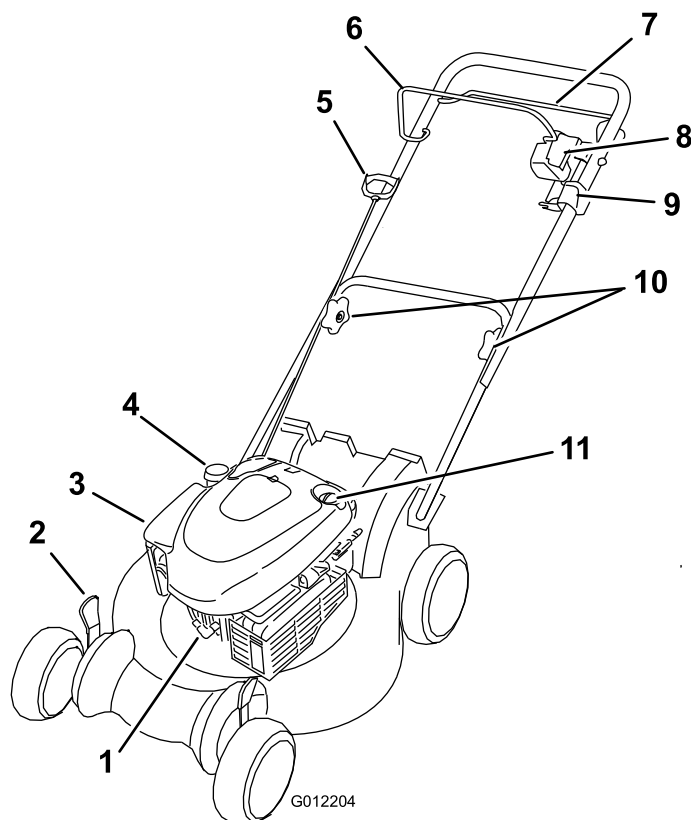

Figure 10
2. Si le commutateur d'allumage de votre tondeuse (Figure 10) est à bascule (avec une position marche ("P") et une position arrêt ("Stop")), poussez-e à la position "P". Sinon passez à l'étape 3.
Si le commutateur d'allumage de votre tondeuse (Figure 10) est à bascule (avec une position marche ("I") et une position arrêt ("Stop")), poussez-e à la position "Stop". Vous pouvez aussi maintenir le commutateur d'allumage en position "Stop" jusqu'à l'arrêt du moteur.